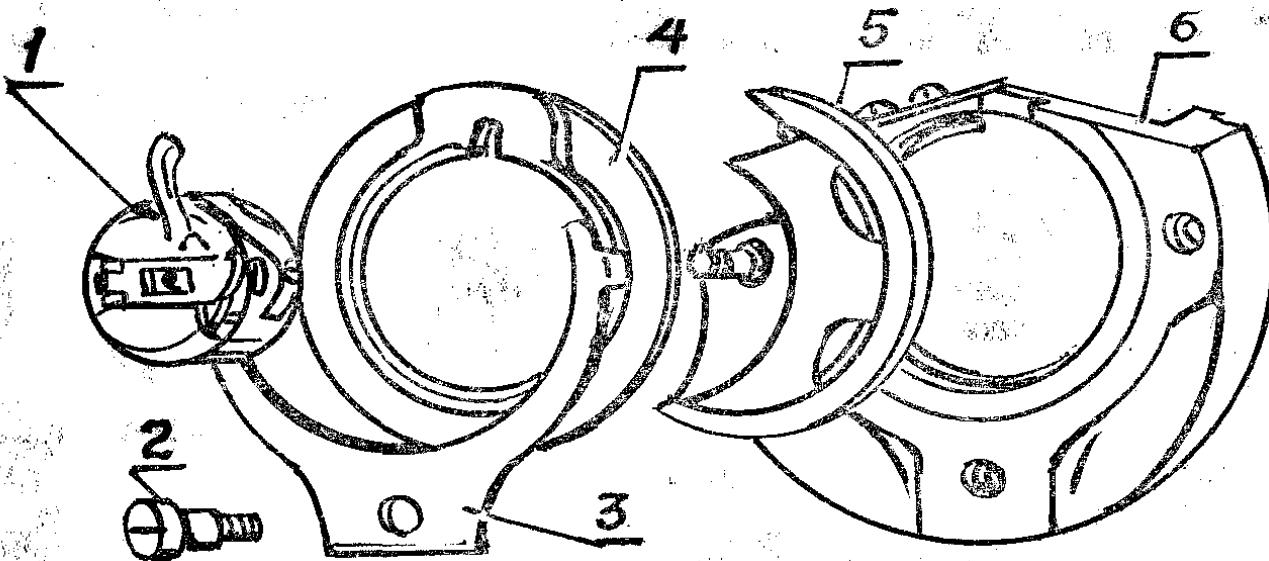

Рис. 28.
9.8. Чистка хода челнока (рис. 28)